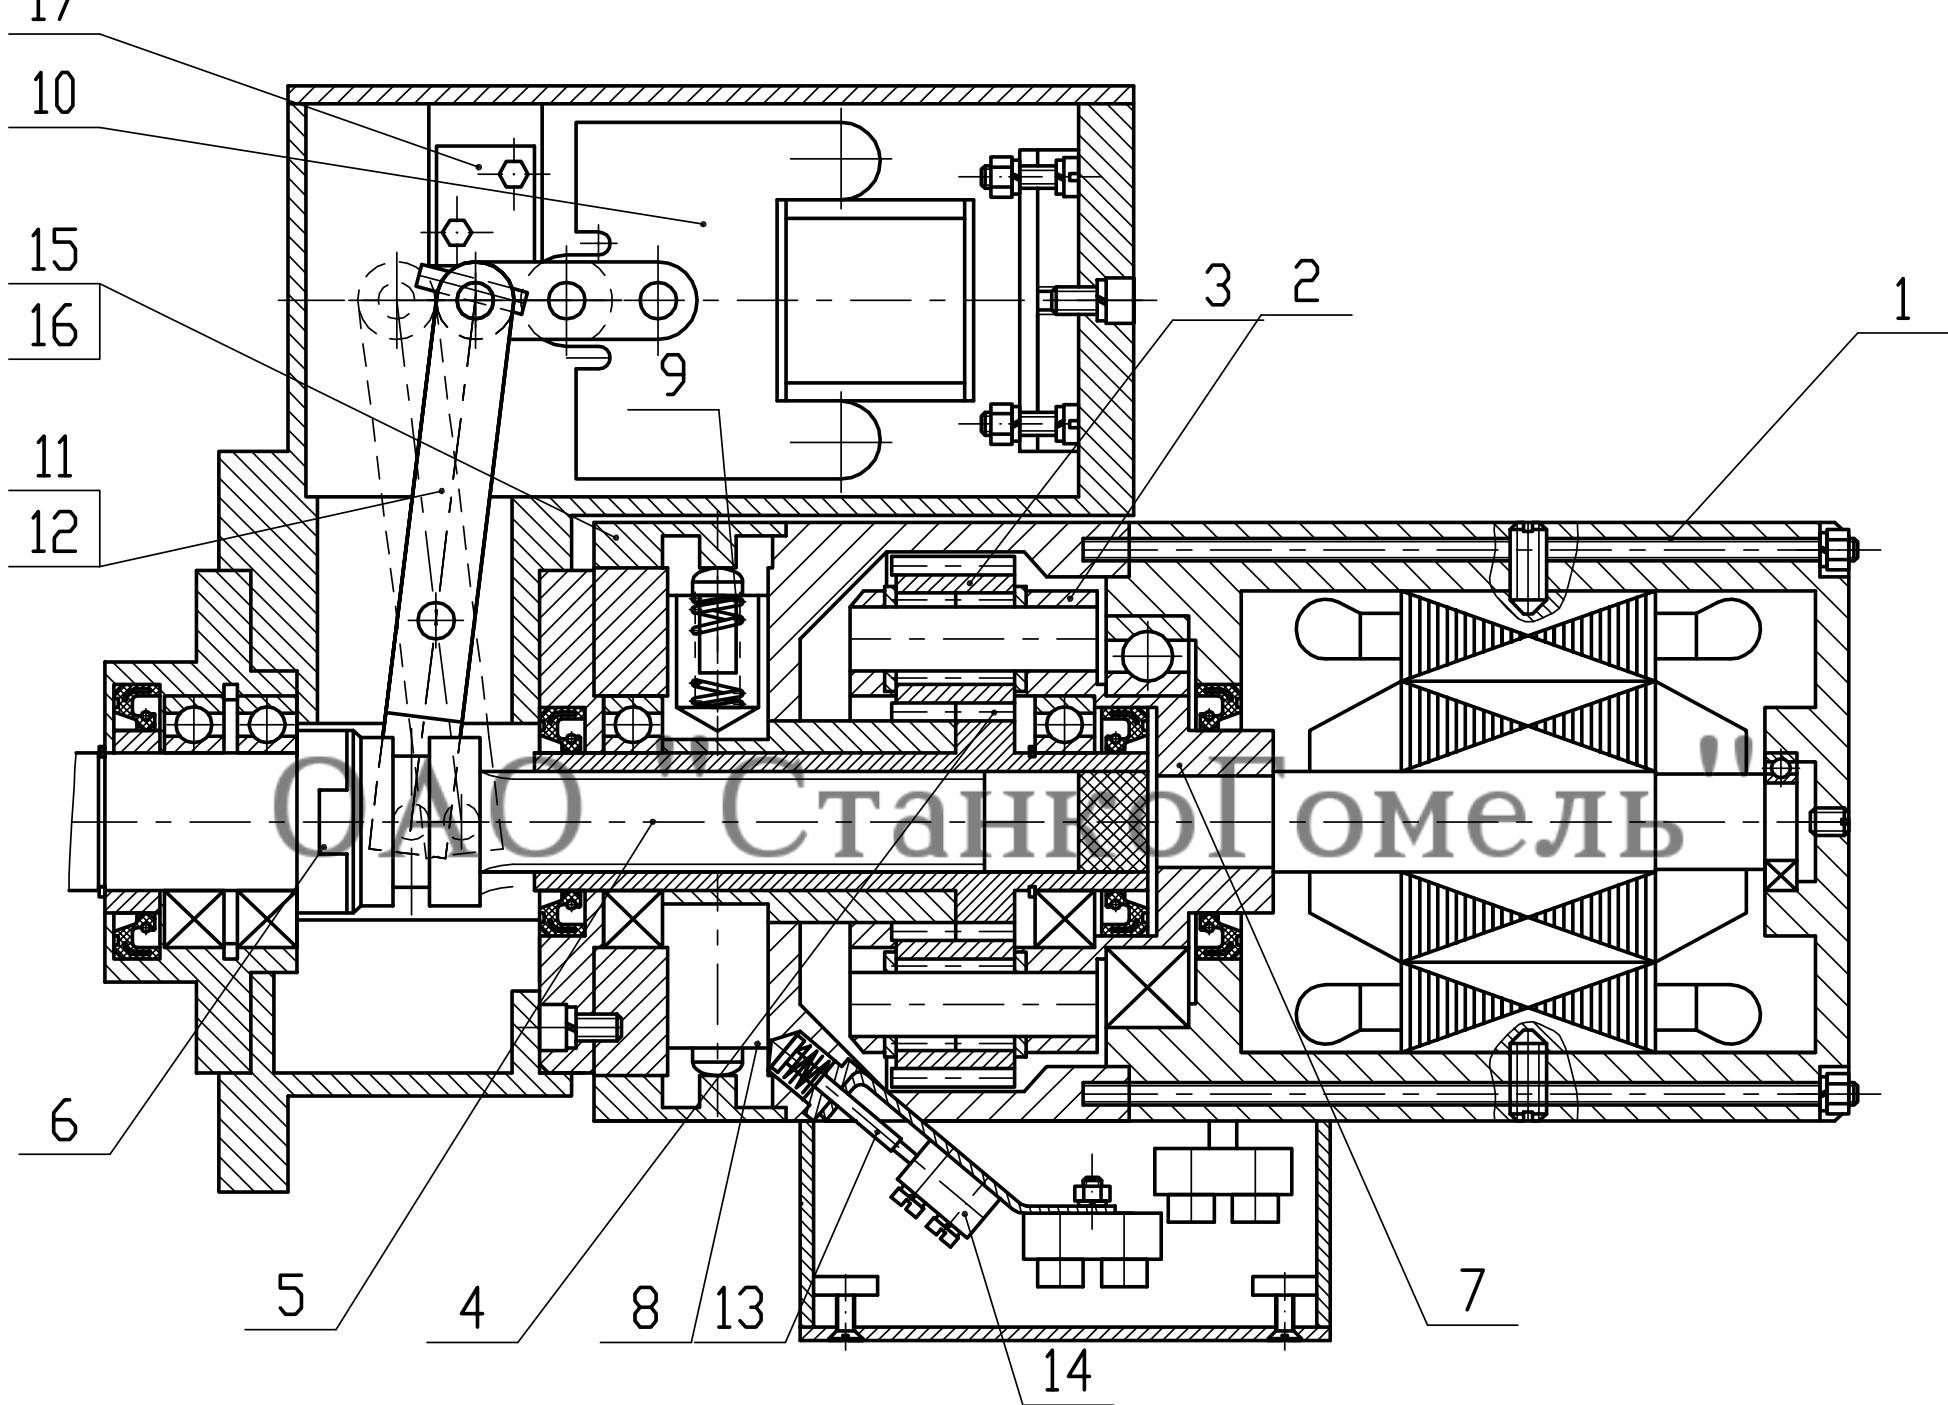

Рисунок 6.6-Устройство электрозажимное электромеханическое
6.4.3 Устройство зажимное электромеханическое (рисунок 6.6)